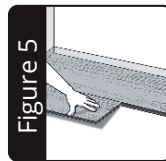

Figure 5
5. Starten Sie die zweite Reihe mit einem Paneel das Sie nach Belieben für das gewünschte Verlegungsmuster zurechtschneiden (gekürzte Paneele sollten nicht kürzer als 20 cm sein). Siehe Abbildung 5. Messen Sie die gewünschte Länge des Paneels ab und markieren Sie diese mit einem Bleistift. Bissen Sie dann die Oberfläche des Paneels mit einem Universalmesser (mehrere Male)